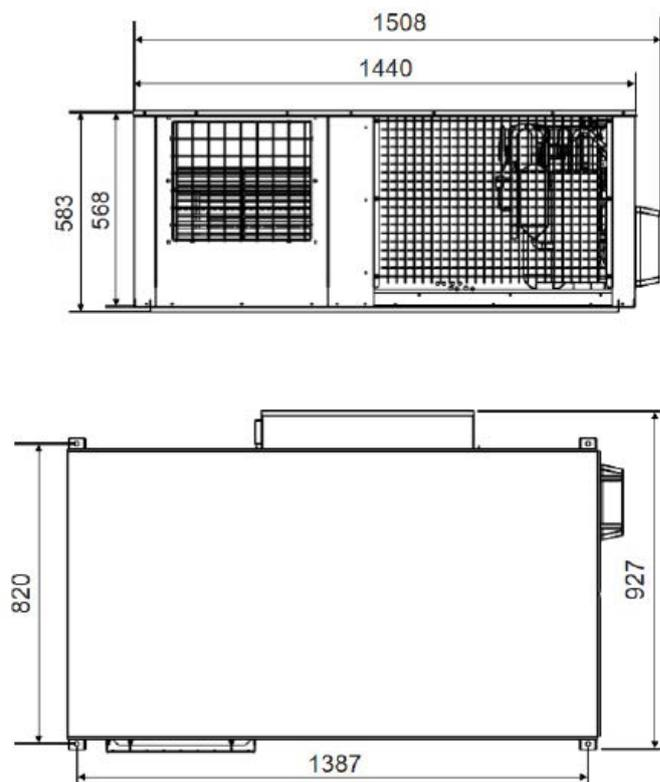

Abb. 3-1 Installation der Außeneinheit
1. Abb.. 3-1 ist anwendbar auf Modelle von MVH-H100C/DN1 ; MVH-H140C/DGN1A ; MVH-H160C/DGN1A